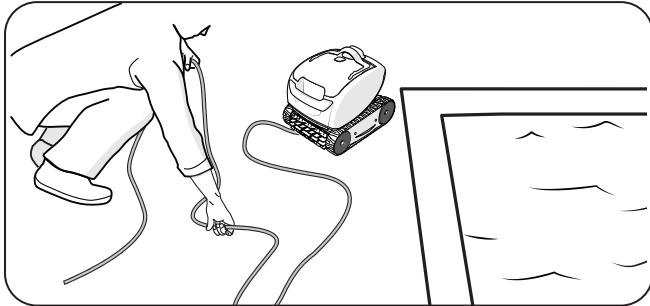

Figure 18. Étendre le câble au soleil
4. Retirer le robot nettoyeur de la piscine et démêler les noeuds et les enchevêtrements dans au niveau du câble flottant. Commencer par la tête du robot nettoyeur. Étendre le câble au soleil afin de l'aplanir complètement (Figure 18).